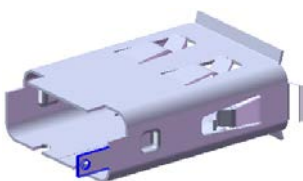
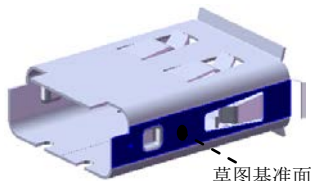
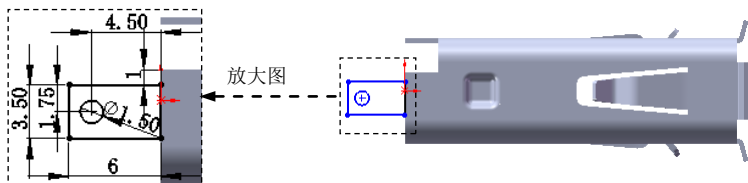

图 10.99 薄片 1
图 10.100 草图基准面
图 10.101 横断面草图
Step33. 创建图 10.99 所示的钣金特征——薄片 1。
(1) 选择命令。选择下拉菜单 **插入(I)** → **钣金(B)** →  **基体法兰(A)...** 命令(或单击“钣金”工具栏上的“基体法兰/薄片”按钮 )。
(2) 定义特征的横断面草图。选取图 10.100 所示的模型表面作为草图基准面，绘制图 10.101 所示的横断面草图；退出草图平面，此时系统自动生成薄片 1。